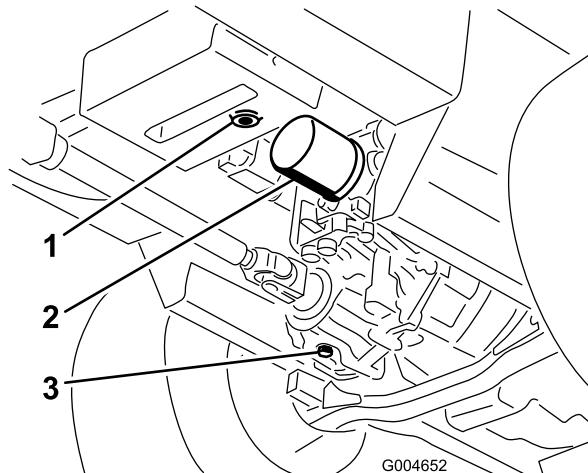

Рисунок 47
- Поместите под гидравлический бак и картер трансмиссии большой поддон и удалите пробки; слейте всю гидравлическую жидкость (Рисунок 47).
- Очистите область вокруг фильтра гидравлической жидкости и снимите фильтр (Рисунок 47).